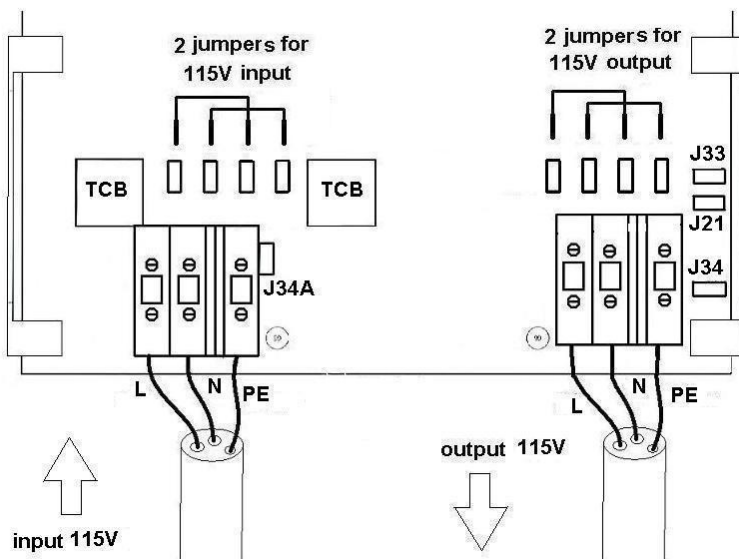

Figure 3: configuration des cavaliers pour des tensions d'entrée et/ou de sortie 115/120 V
2.2.2 Pour des tensions d'entrée et/ou de sortie 110/120 V, configurer les cavaliers-poussoirs comme illustré à la figure 3.